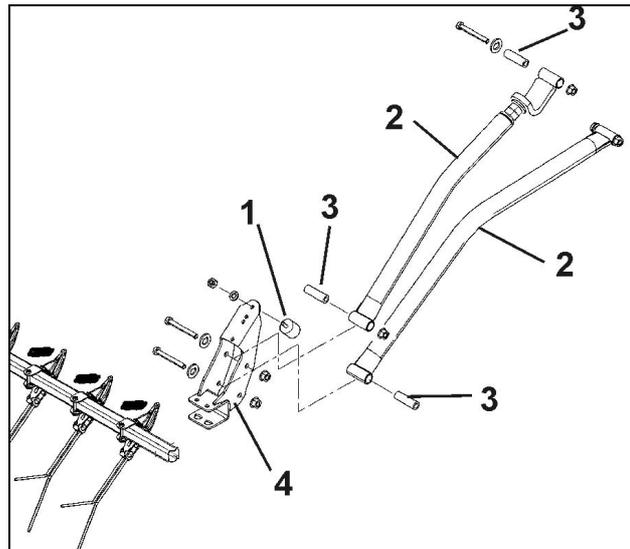
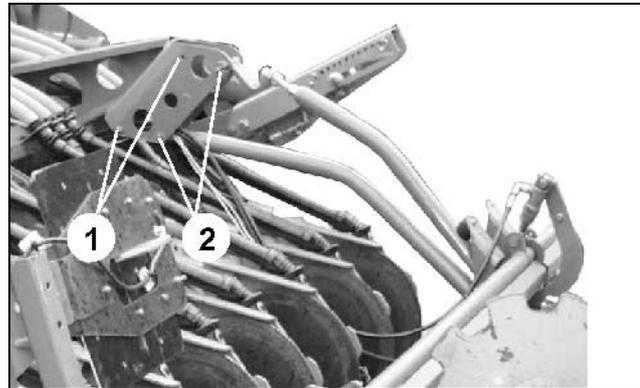

Fig. 42
Fig. 43
- Vissez la jointure métal-caoutchouc (Fig. 42/7).
Vissez les tubes support (Fig. 42/2) avec les douilles de palier (Fig. 42/3) sur les supports (Fig. 43/1, 2) et les logements (Fig. 42/4) du recouvreur Flexi-Doigts.
- Points de fixation (Fig. 43/1) en cas d'utilisation de socs WS ou ROTEC.
- Points de fixation (Fig. 43/2) en cas d'utilisation de socs ROTEC+.